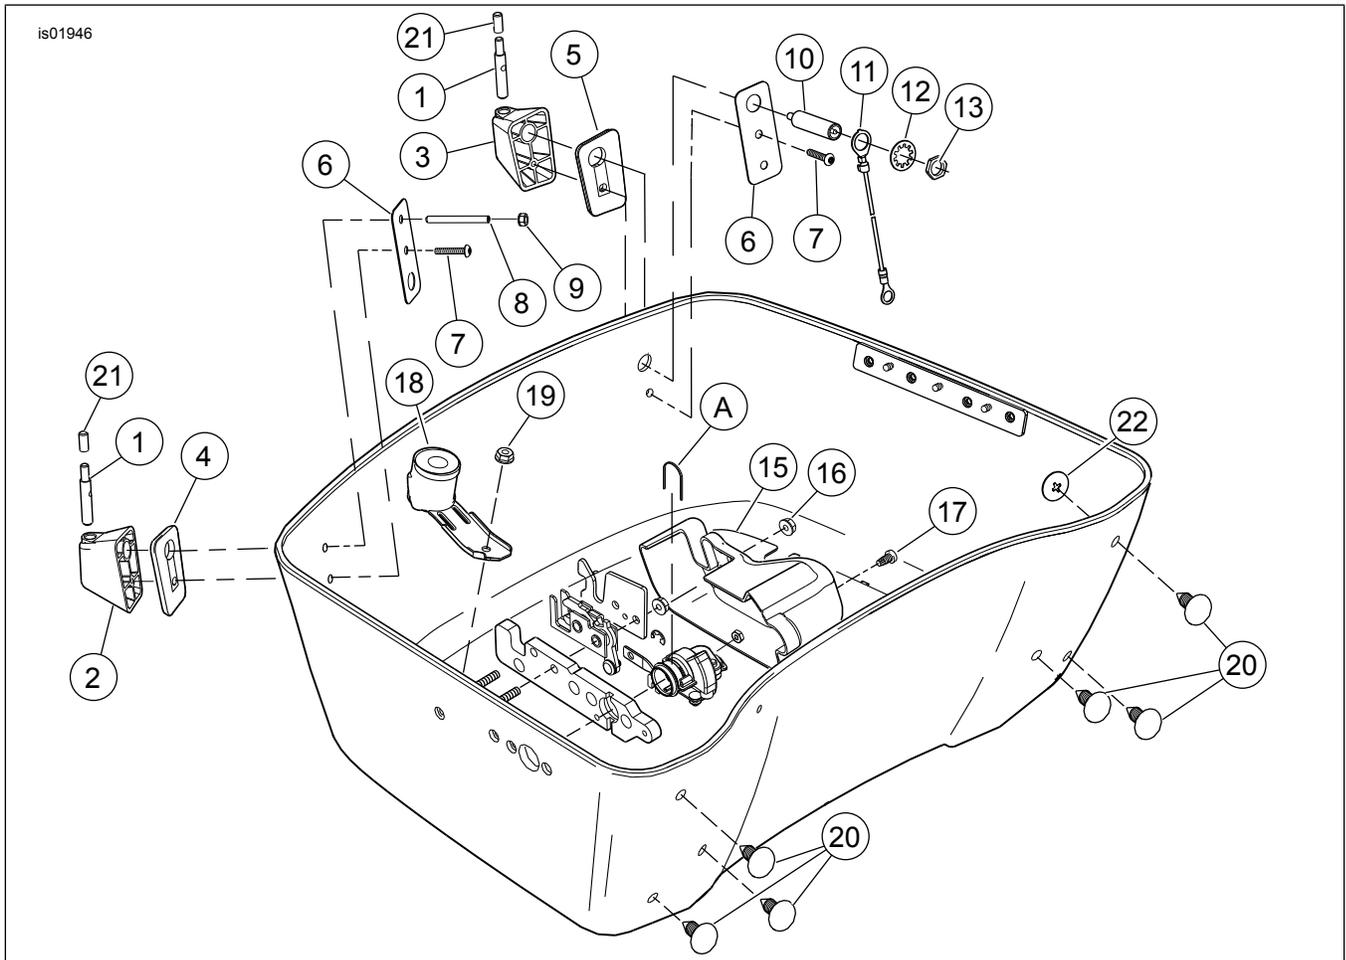

Figura 6. Piezas de servicio para el kit de instalación del Tour-Pak (inferiores)
13. Vea la Figura 6. Instale seis tapones de agujero (20) dentro de los seis agujeros en la parte delantera del Tour-Pak como se muestra, después instale seis arandelas de retención (22) sobre los extremos de los tapones de agujero.